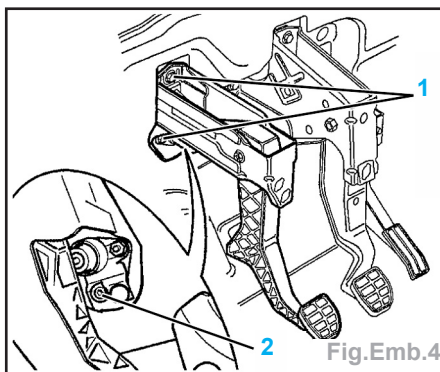

Fig.Emb.4
- les fixations du support (1) de la pédale d'embrayage et du cylindre émetteur (2) et dégager le support (Fig.Emb.4).